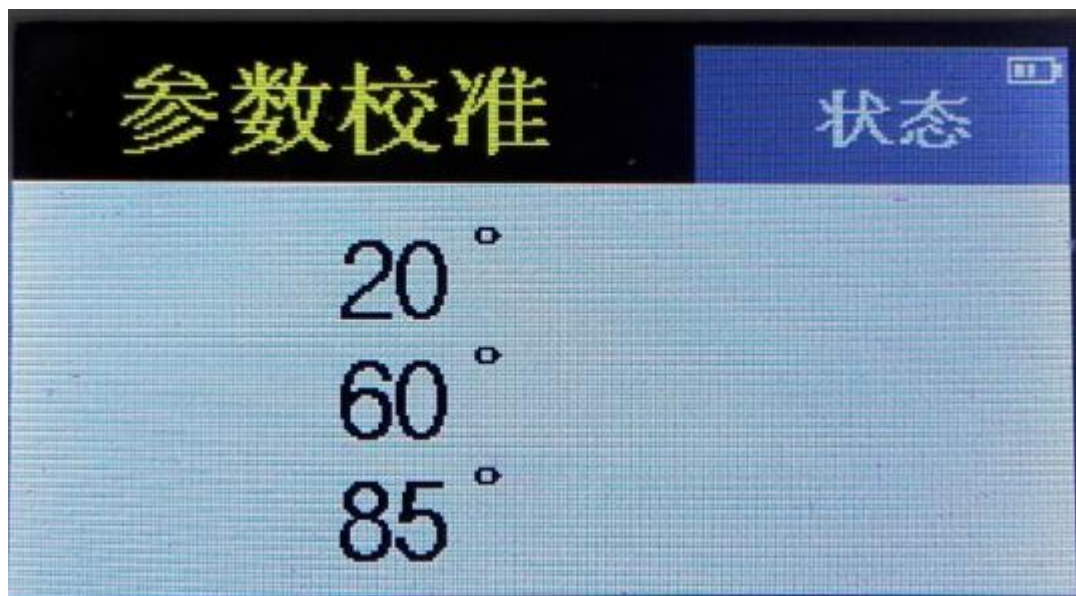

图 7
3. 定标：按仪器的侧边按键开机后，按中间的【确定键】，使显示屏的读数符合黑玻璃标准板上对应角度的标定值（为保证测量准确度，黑玻璃必须保持干净），如图 7 所示。
在基本测量主界面下，按【确定键】，仪器进入参数校准界面，如下图7所示：